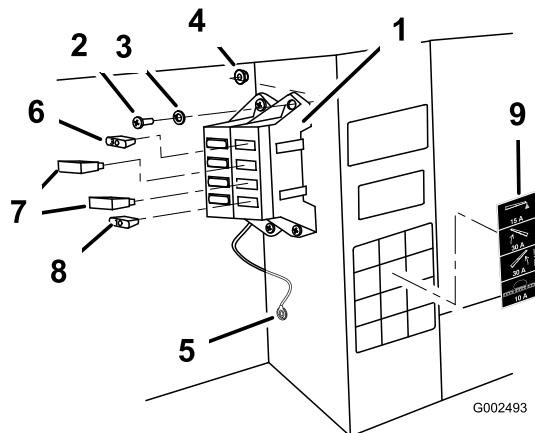

Figura 8
- Conecte el cable negro de tierra al perno de 1/4 pulgada situado en el bastidor del vehículo, usando la arandela de estrella (Figura 8).
- Instale el bloque de fusibles y el mazo de cables al bastidor junto al bloque de fusibles existente, usando los dos tornillos (#10-24 x 3/4 pulgada) y las dos contratuerzas (Nº 10-24) según se muestra en Figura 8.
- Instale los dos disyuntores térmicos de 30 amperios en las ranuras de los fusibles de elevación de los brazos izquierdo y derecho (Figura 8).
- Instale el fusible de 10 amperios en la ranura del sistema de pulverización (Figura 8).